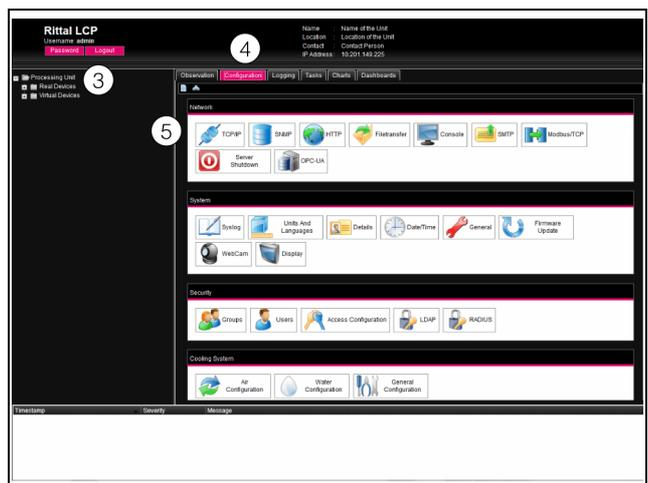

Abb. 90: Anpassen der TCP/IP-Einstellungen
Es erscheint das Übersichtsfenster des Geräts (Abb. 90).
- Klicken Sie im linken Teilbereich des Übersichtsfensters (Navigationsbereich) auf den Eintrag **Processing Unit** (Abb. 90, Pos. 3) und im rechten Teilbereich (Konfigurationsbereich) auf die Registerkarte **Configuration** (Abb. 90, Pos. 4).
- Klicken Sie im Gruppenrahmen **Network** auf die Schaltfläche **TCP/IP** (Abb. 90, Pos. 5).